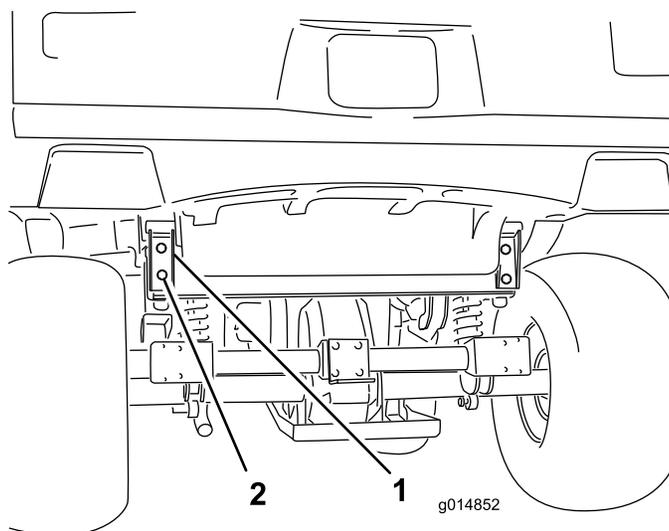

Figura 1
4. Rimuovete i fermi che fissano le staffe orientabili al telaio del cassone (Figura 1). Conservate i fermi.